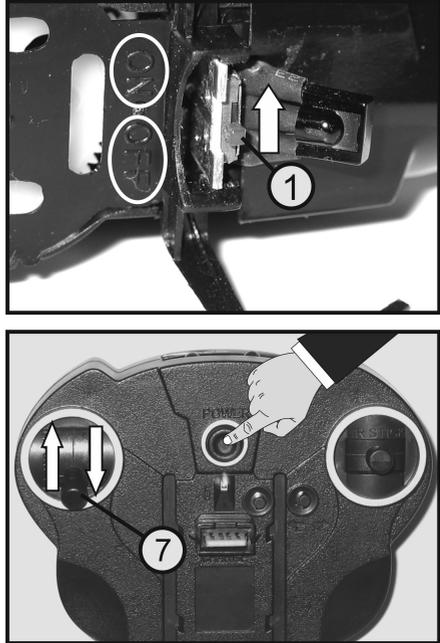

Figure 7
Déplacez à la main la barre de contrepoids d'un côté vers le haut et vers le bas (voir flèche sur la figure 7) et contrôlez la souplesse des articulations à rotule (2).